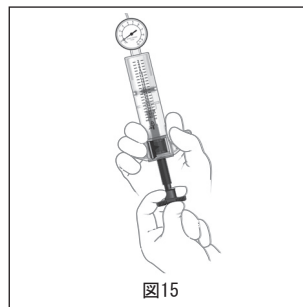

図15
- インフレーションデバイスから空気を取り除き、25ccまで滅菌生理食塩水で満たします (図15)。